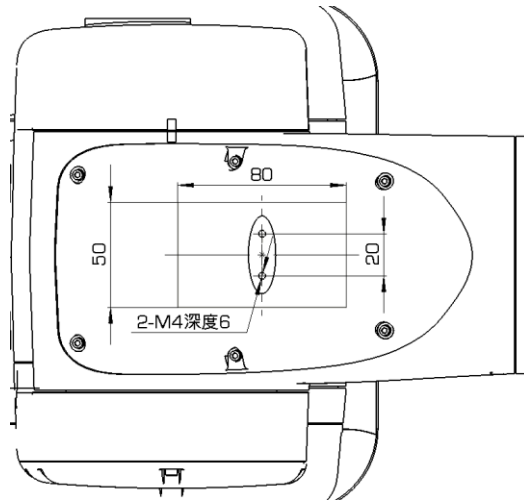

图 6-14 AIR7-920C(-HW)型操作机肘部负载接口尺寸示意图
AIR7-920C(-HW)型操作机 J3 轴肘部的设备安装孔规格及尺寸如图 6-14 所示。安装要求：
- 肘部负载质心位置需位于图 6-14 所示 50mm×80mm 区域内部。